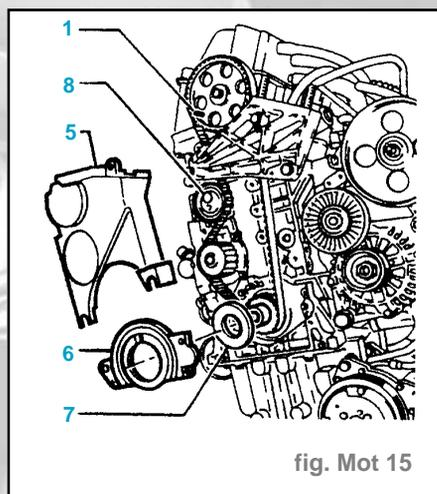

fig. Mot 15
- Déposer (fig. Mot 15) :
- les carters (5) et (6),
- la rondelle d'appui (7)
- Desserrer la vis (8).